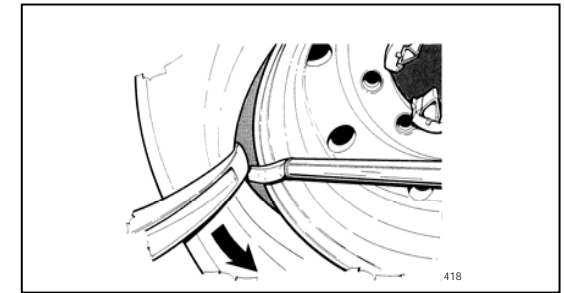

Fig.29
3. Lift the chuck arm enough to clear the hook 2-3 cm (1"-1 1/2") from the rim flange. Move the mount/demount tool towards the outside. This will allow you to place the long bar in between the bead and the rim flange for necessary prying (Fig.29).
3. *Lever le bras porte-arbre de manière à éloigner l'outil du bord de la jante (2-3 cm). Déplacer l'outil vers l'extérieur pour pouvoir insérer le levier souève-talons long (Fig.29).*
3. Den Hubarm heben, um das Werkzeug vom Felgenhorn freizustellen (2-3 cm). Das Werkzeug nach außen bewegen, sodaß das lange Montier-eisen angesetzt werden kann (Abb.29).